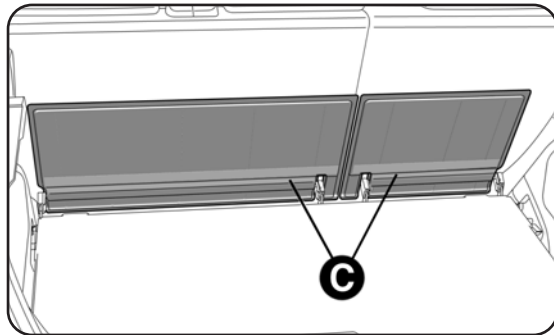

fig. 62
- tourner systématiquement les rabats C-fig.62 afin qu'ils soient en position verticale contre le dossier du siège ;